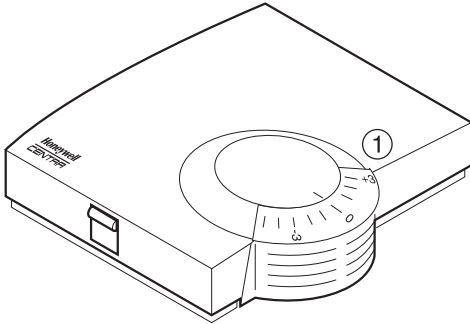

Figur 4: Sæt kabinettet på
- ▶ Sæt kabinettet på foroven, og bring det i indgreb forneden (se Figur 4).
- ▶ Sæt kabinettet på foroven, og bring det i indgreb forned (se Figur 4).